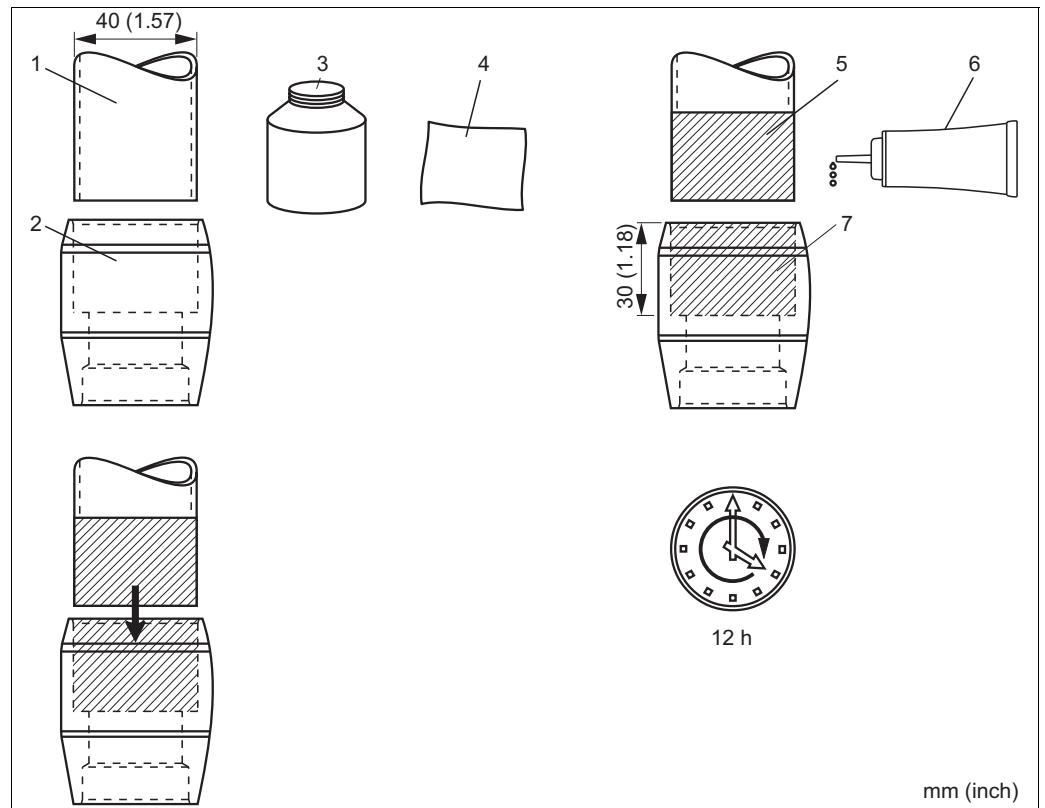

Abb. 8: Montage des Bausatzes
1. Reinigen Sie das Rohrende (→ Abb. 8, Pos. 1) bzw. das Ende des 90 mm-Rohrstücks und die Muffe (Pos. 2) mit Reiniger (Pos. 3) und Lappen (Pos. 4) bis sie fett- und schmutzfrei sind. Trocknen Sie anschließend alles komplett ab.